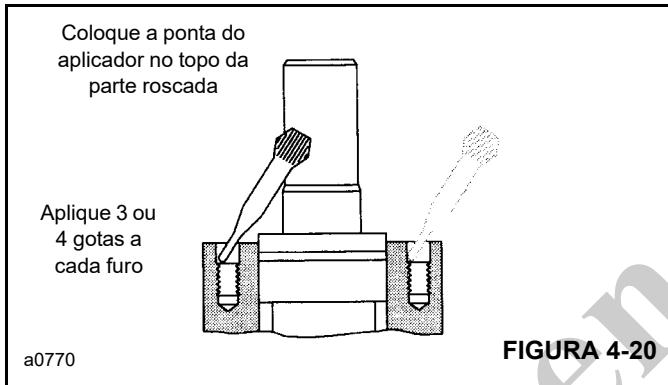

FIGURA 4-20
9. Aplique 3 ou 4 gotas de selante Loctite na parte superior da rosca de cada um dos quatro furos na carcaça (Figura 4-20). Não deixe peças com Loctite entrarem